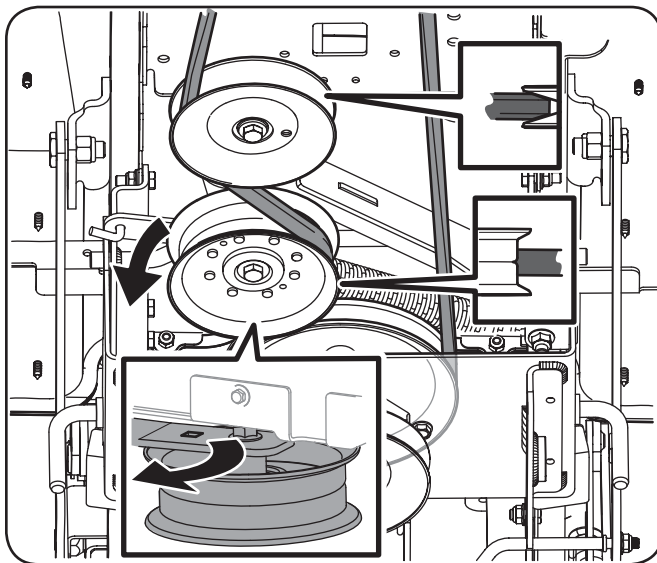

Figure 3-11
9. Placez la courroie autour du sous-châssis. Voir Figure 3-11.